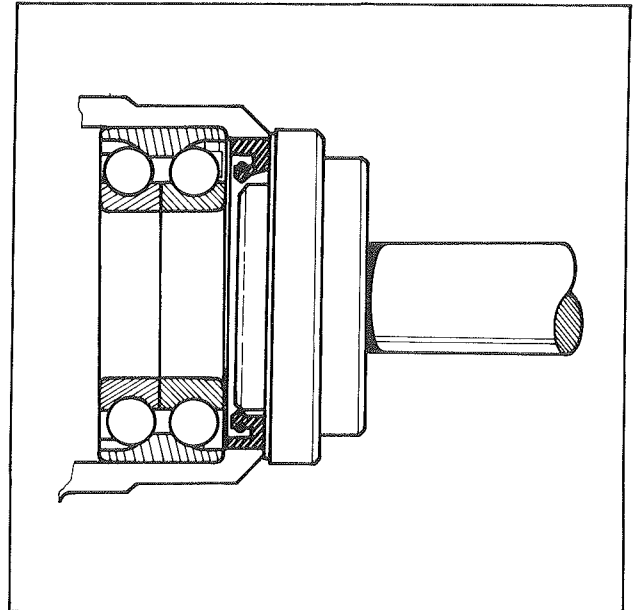

Fig. 10
- Monter un joint à lèvre neuf (fig. 10 - emmanchoir réf. PD 20907 Y + 15522 C).